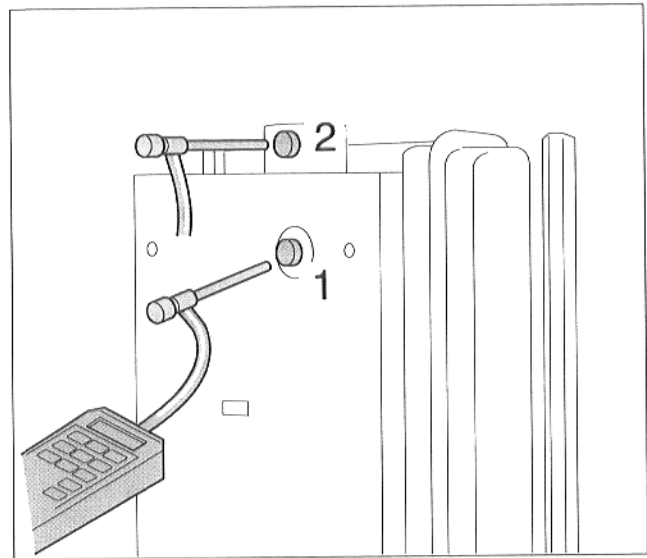

Abb. 23 Meßstellen
- Die jeweilige Verschlußschraube (Abb. 23) am Anschlußstück für das Verbrennungsluft-Abgas-system abschrauben und nach durchgeführter Messung wieder aufschrauben.
Kohlenmonoxydgehalt (Meßstelle Abb. 23, Pos. 1)